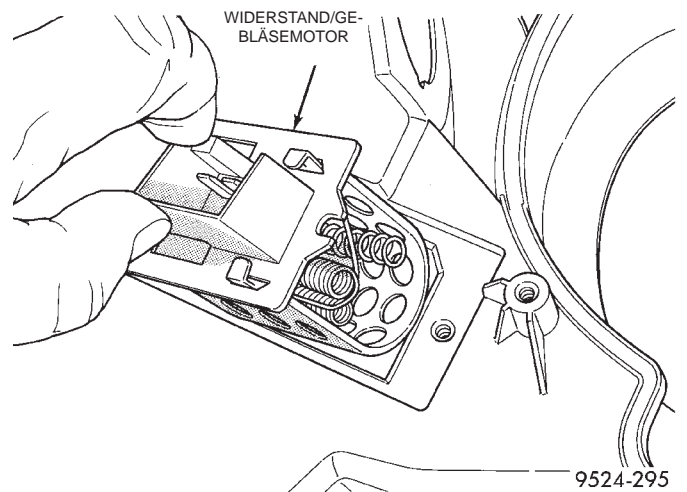

Abb. 86 Widerstand des Gebläsemotors
(16) Widerstand des Gebläsemotors ausbauen (Abb. 86).